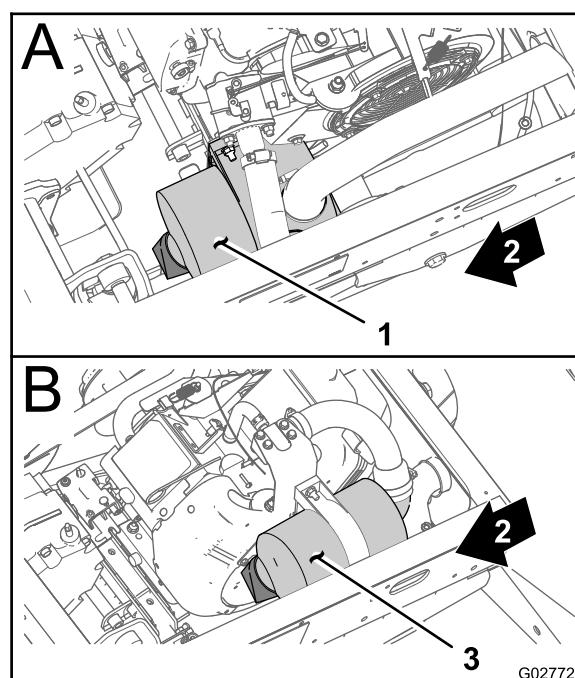
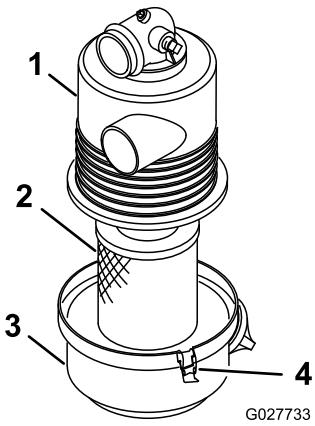

Figura 35
Figura 36
2. Verificate che il corpo del filtro dell'aria sia privo di danni che possano causare una fuoriuscita d'aria. Accertatevi che il coperchio sia ermetico attorno al corpo del filtro dell'aria (Figura 35 e Figura 36).
3. Rilasciate i fermi che fissano il coperchio del filtro dell'aria al relativo alloggiamento (Figura 36).
4. Separate il coperchio del filtro dell'aria dal relativo alloggiamento e pulite l'interno del coperchio (Figura 36).
1. Rimuovete l'elemento del filtro dell'aria; fate riferimento a Figura 36.
3. Inserite l'elemento del filtro dell'aria nel relativo alloggiamento (Figura 36).
4. Allineate il coperchio del filtro dell'aria con il relativo alloggiamento (Figura 36).
5. Bloccate il coperchio sull'alloggiamento con i fermi (Figura 36).